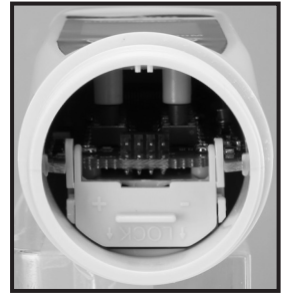

Abb. 1
- Ziehen Sie die Schutzkappe (12) ab und entfernen Sie die Feuchthaltekappe (11). Drehen Sie die Feuchthaltekappe entgegen dem Uhrzeigersinn ab.
- Drehen Sie die Überwurfmutter (9) entgegen dem Uhrzeigersinn, um sie zu entfernen. Ziehen Sie die Messelektrode (10) vorsichtig ab, um das Gerät zu öffnen. Das Batteriefach (8) ist jetzt sichtbar (siehe Abb. 1).
- Setzen Sie die Messelektrode so auf, dass die Aussparung an der Messelektrode auf die Führung (Siehe Abb. 1 und 2, oben) passt. Achten Sie unbedingt darauf, dass der O-Ring (Dichtungsring) nicht beschädigt wird oder ist. Bei beschädigtem O-Ring ist das Gerät nicht mehr dicht und eindringendes Wasser zerstört die Elektronik. Ersetzen Sie einen beschädigten O-Ring mit einem mit gleichen Spezifikationen.
- Ein Batteriewechsel ist erforderlich, sobald die Anzeige für niedrigen Batteriestand (F) im LC-Display (4) blinkt.